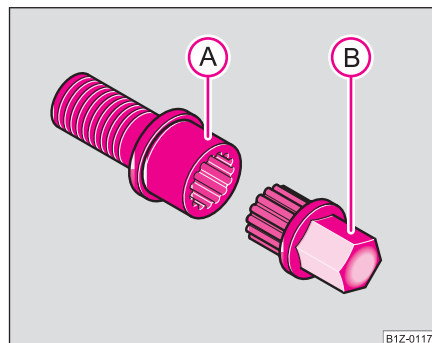

Fig. 184 Șurub de siguranță cu adaptor
- Introduceți adaptorul (B) cu partea zimțată până la limită pe interiorul zimțat al șurubului de siguranță (A), astfel încât să se mai vadă numai partea hexagonală ▼ fig. 184.
- Împingeți cheia de roată până la capăt, pe adaptor (B).